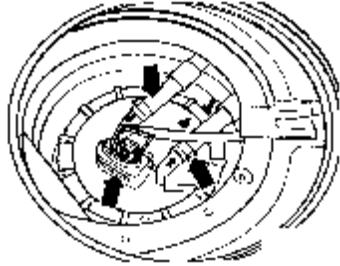

图 2-136 拆卸插头
- (1) 首先检查是否安装有编过码的无线电设备，如果有，请查询防盗编码。
- (2) 点火开关切断后，拆下蓄电池接地线，拆卸下行李箱内的铺垫。
- (3) 拔下图 2-136 箭头所指的 4 针插头以及进油管和回油管。